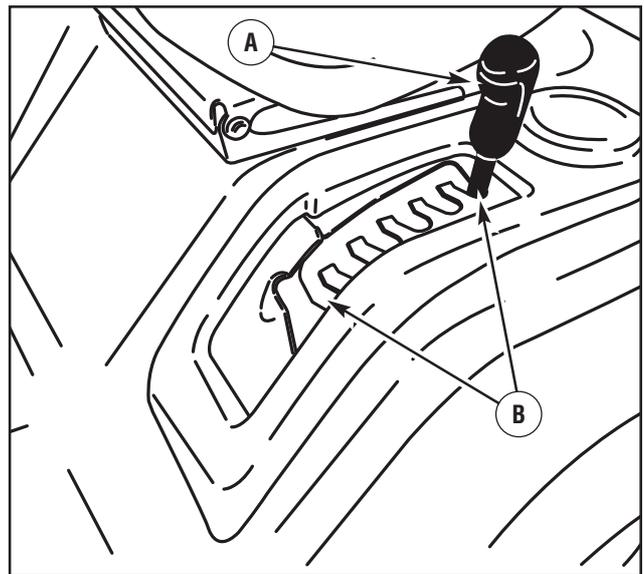

Figura 32: Leva di sollevamento della base
2. Dopo aver falciato su un breve tratto in piano, guardare il livello e l'altezza del taglio. Guardare il numero della posizione di taglio sulla leva di sollevamento della base (figura 32).